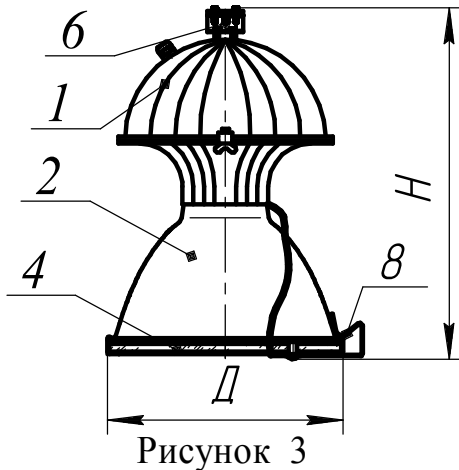

Рисунок 3
6.4 Светильник модификаций: 732 (Рисунок 3)